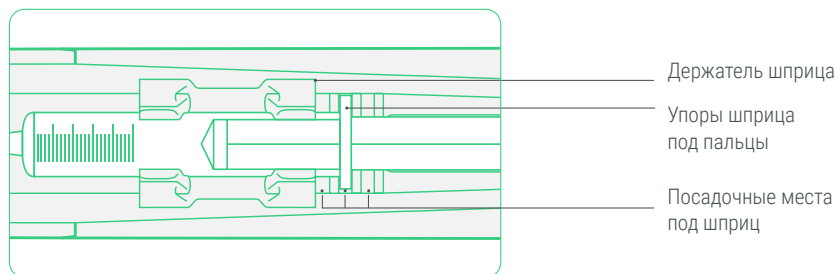

Рисунок 22 – Пример размещения шприца
4. Вставьте заранее набранный шприц с лекарственным средством в одно из посадочных мест изделия (рисунок 22). Размещение шприца ближе или дальше к держателю шприца влияет на глубину введения иглы: чем ближе